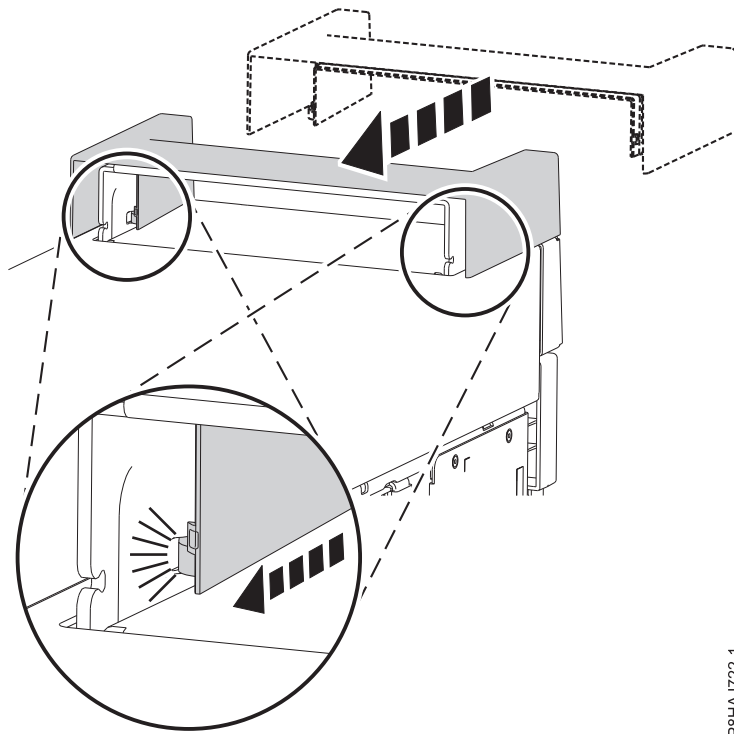

Figura 106. Fijación de la tapa de asa en un sistema 8286-41A autónomo
1. Fije la tapa de asa en la estación de acoplamiento RDX interna (FC EUA3) deslizando hacia la parte posterior del sistema. Consulte la Figura 106.